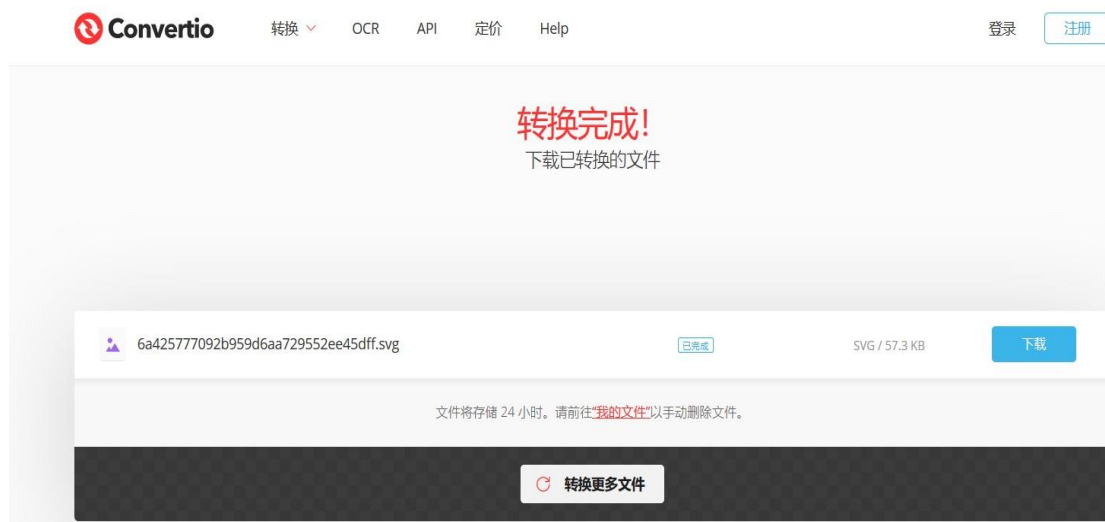

图 1
1. 利用网站工具将需要定制的图标进行格式的转换 (<https://convertio.co/zh>), 并要求按照 “type 类型名称 24.svg” 命名, 如图 1 和图 2 所示: